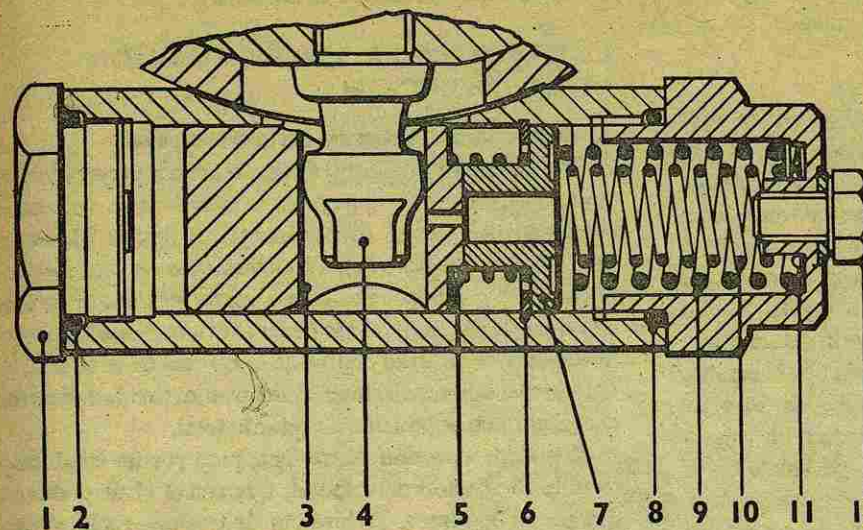

Fig. 20 Dispositivo de retardo de puesta en marcha y avance de velocidad combinados
Este es un dispositivo de dos etapas (Fig. 20), en el que el retardo de puesta en marcha se acciona mediante un muelle (5) y la segunda etapa, el avance de velocidad, por muelles concéntricos más fuertes (9 y 10). Cuando la bomba está estacionaria, el muelle (5) mantiene el aro de levas en la posición de retardo total. A la velocidad de ralenti del motor, la presión de trasiego desplace el aro de levas a la posición correcta de sincronización, contra la débil resistencia del
La disposición es similar a la mostrada en la Fig. 20, excepto un cierre manual incorporado, que mantiene el aro de levas en la posición de arranque retardado. El cierre se suelta manualmente cuando el motor funciona a velocidad de ralenti, y el pistón y el aro de levas avanzan a la posición de ralenti. Entonces, la sincronización de la inyección avanza automáticamente a medida que aumenta la velocidad del motor.
Cuando la distancia entre los controles del motor y la bomba son demasiado grandes para permitir el empleo de un dispositivo manual, se consigue llevar a cabo automáticamente la operación de retardo de puesta en marcha, por medio de una válvula de bola situada en el conjunto de fijación del cabezal. La disposición general del mecanismo de avance, independientemente del acoplamiento del cabezal, es similar a la que se muestra en la Fig. 20. La bola se mantiene en su asiento hasta que arranca el motor, después de lo cual, la presión de trasiego que aumenta a medida que la velocidad del motor sube, abre la válvula. El combustible a presión de trasiego puede alcanzar ahora el pistón, y el proceso es similar al descrito para el dispositivo combinado de retardo de puesta en marcha y avance de velocidad.